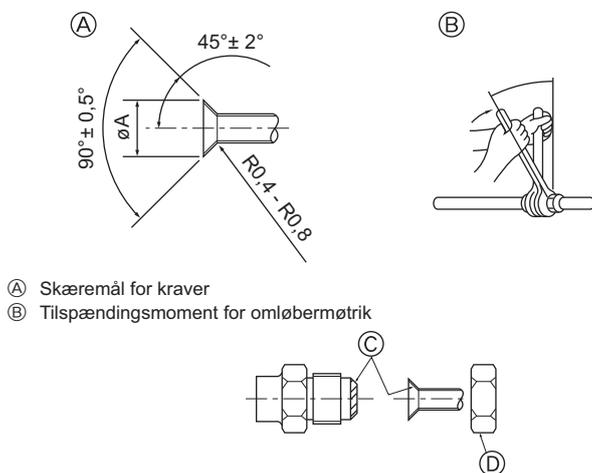

Fig. 4-2
(A) (Fig. 4-2)
(B) (Fig. 4-2)
### 4.2. Forbindelsesrør (Fig. 4-2)